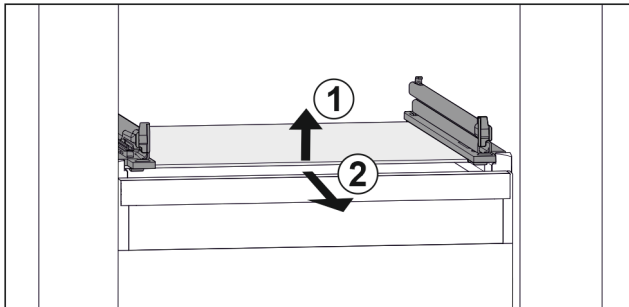

Fig. 32 Voorbeeldweergave van glasplaat
- ▶ Glasplaat aan de voorkant optillen. Fig. 32 (1)
- ▶ Glasplaat naar voren toe verwijderen. Fig. 32 (2)